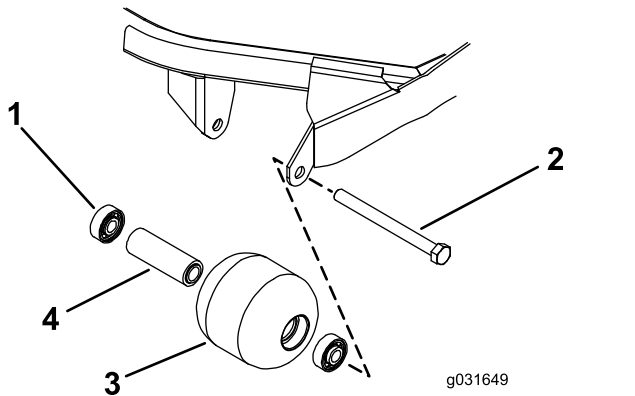

Figura 69
1. Retire el perno de montaje del rodillo (Figura 69).
4. Inspeccione el alojamiento del rodillo, los cojinetes, y el espaciador del cojinete (Figura 69).
1. Haciendo presión solamente sobre el anillo de rodadura exterior, o de forma igual sobre el anillo exterior y el interior, introduzca el primer cojinete en el alojamiento del rodillo (Figura 69).
2. Introduzca el espaciador (Figura 69).
3. Haciendo presión solamente sobre el anillo de rodadura exterior, o de forma igual sobre el anillo exterior y el interior, introduzca el segundo cojinete en el alojamiento del rodillo hasta que entre en contacto con el espaciador (Figura 69).